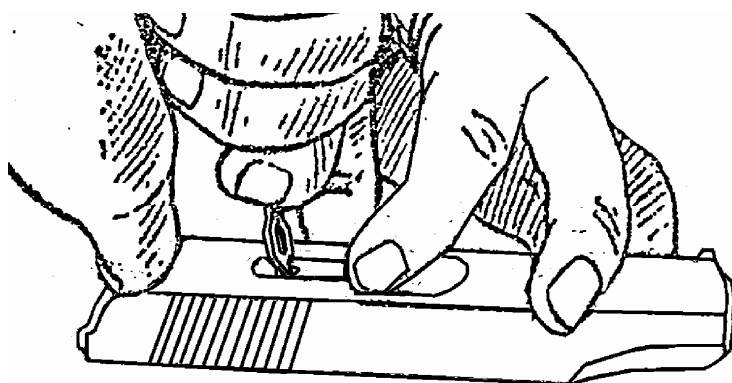

Рис.13. Отделение выбрасывателя от затвора.
6. Отделить выбрасыватель от затвора. Положить затвор на стол (скамейку), правой рукой с помощью выступа протирки утопить гнеток выбрасывателя и, одновременно нажимая указательным пальцем левой руки на переднюю часть выбрасывателя и поворачивая его вокруг зацепа (рис. 13), вынуть его из паза; после этого осторожно извлечь из гнезда затвора гнеток с пружиной.